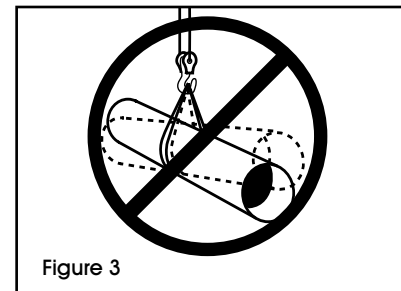

Figure 3
- Les chargements doivent être grésés pour éviter le glissement. (Voir Figure 3)